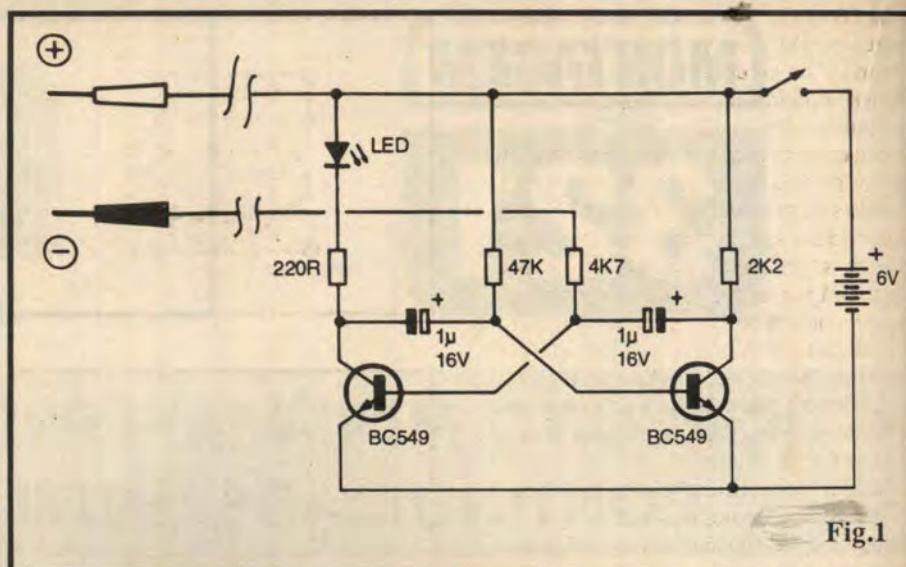

Fig.1
**- FIG. 1 - DIAGRAMA ESQUEMÁTICO DO CIRCUITO** - Os dois únicos transistores (ambos BC549, de bom ganho, portanto...) estão arranjados em oscilador simétrico, um **ASTÁVEL** no qual dois amplificadores têm suas Saídas e Entradas interligadas, de forma "cruzada", com a oscilação gerada e mantida não só por essa forte realimentação, como também pela Constante de Tempo determinada pelos capacitores (dois de 1µ) de mútuo acoplamento e valores dos respectivos resistores de polarização de **base** (47K diretamente ao **positivo** da linha de alimentação, e 4K7 fazendo tal "percurso" **através** das próprias Pontas de Prova... Notem que no ramo da **direita** do ASTÁVEL, como a saída do respectivo transistor **não tem** que excitar nenhum indicador, um simples resistor de 2K2 promove a **carga de coletor**... Já no ramo da **esquerda**, o transistor aciona o LED indicador, através do resistor limitador de 220R... A alimentação fica em 6V (valor que **não deve** ser modificado, sob pena de se desestruturar todos os parâmetros do circuito, com o que resistores e capacitores teriam que ser recalculados, etc.), oferecidos por 4 pilhas pequenas, que durarão bastante, já que o consumo de Corrente, com o dispositivo ligado, porém com as Pontas de Prova "em aberto", não passa de aproximadamente 2 mA (a propósito, a máxima Corrente entre as próprias Pontas de teste, nunca ultrapassará um valor de pouco mais de 1 mA, dando máxima segurança na utilização em testes de componentes "delicados", conforme já foi dito...). Com os valores calculados especificamente para todos os componentes envolvidos (e mesmo considerando as eventuais "larguezas" das respectivas tolerâncias...), com as Pontas de Prova "em aberto" (eletricamente *separadas*